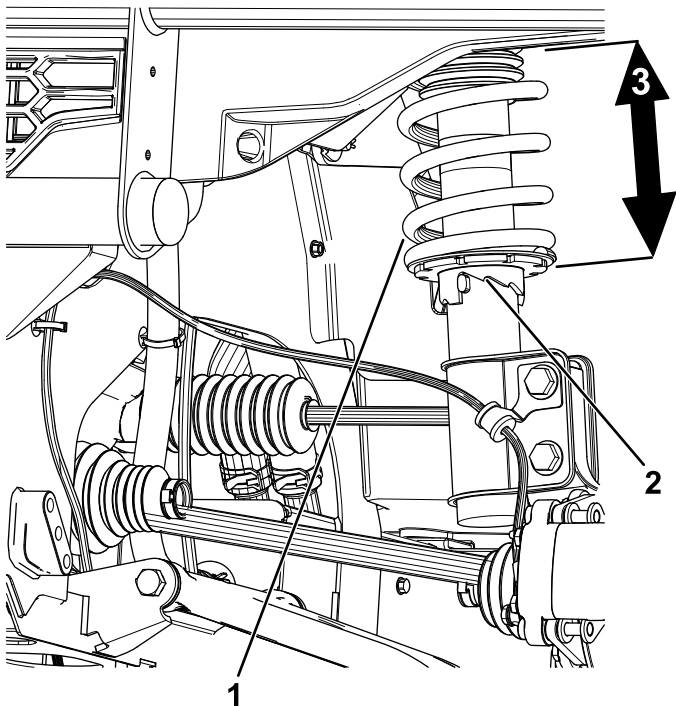

Figure 85
2. Si la garde au sol n'est pas correcte, utilisez la clé de réglage de ressort pour tourner le collet sur l'amortisseur et orienter la roue correctement (Figure 85).